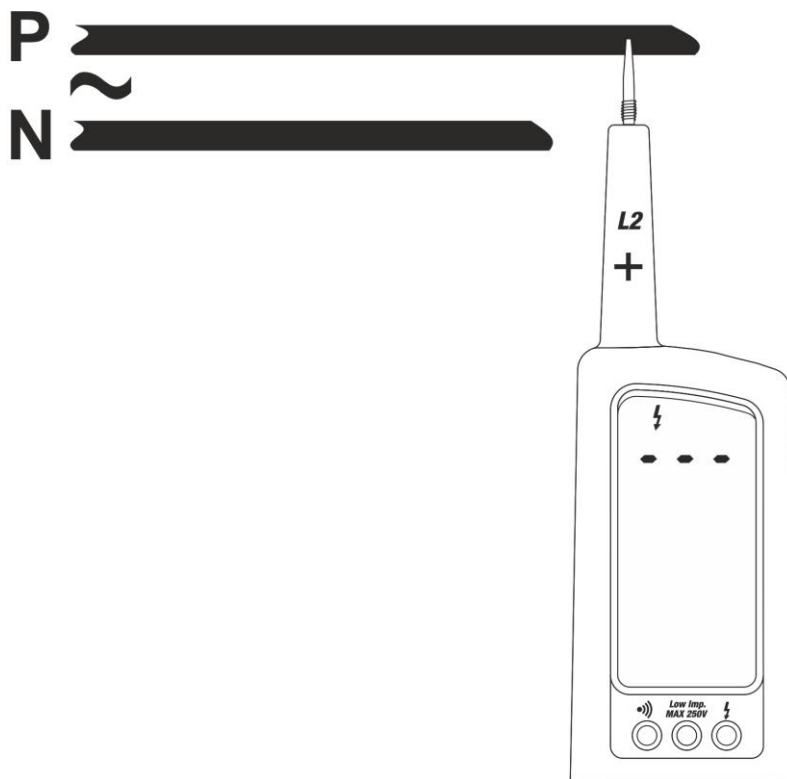

Fig. 5: Misura di Tensione AC a 1 filo (polarità)
2. Collegare il puntale **L2** alla sorgente in prova (vedere Fig.5). La misura è eseguita **solo con contatto dei puntali sulla parte metallica dei conduttori**